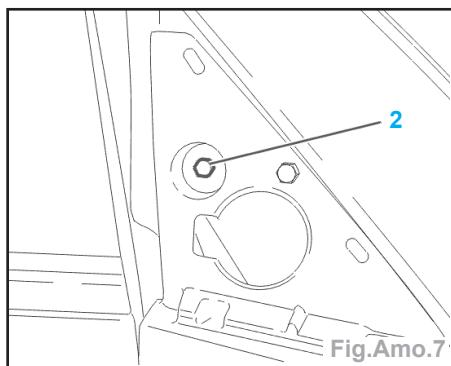

Fig.Amo.7
- Déposer (Fig.Amo.7) :
- la vis (2),